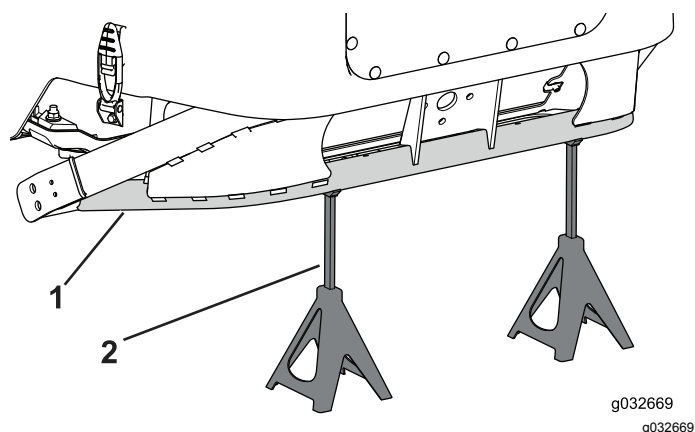

Figure 103
1. Placez 2 chandelles sous l'arrière du cadre de la machine (Figure 103).